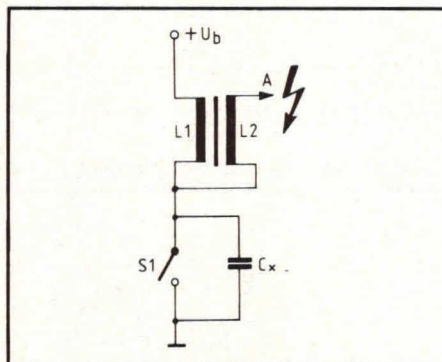
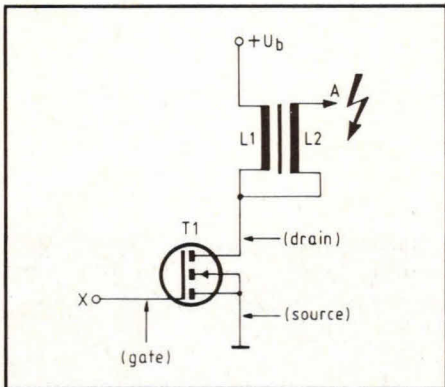
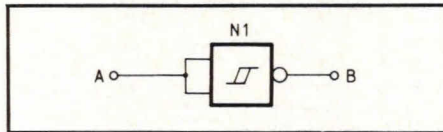

Fig. 1. De conventionele ontsteking bestaat uit bobine L1/L2, onderbreker S1 en onderbrekercondensator Cx.
Fig. 2. Een power-MOSFET-transistor kan bijzonder goed als hoogspanningsschakelaar worden gebruikt.
Fig. 4. Een NAND Schmitt trigger-poort kan bijzonder goed worden gebruikt als storingsvrije inverter.
Een conventionele ontsteking bestaat, zoals fig. 1 laat zien, uit een bobine (L1/L2), een condensator Cx en een schakelaar S1. Schakelaar S1 wordt over het algemeen de onderbreker genoemd. Bij veel moderne auto's is schakelaar S1 vervangen door een optische schakelaar waarbij geen mechanische delen meer worden gebruikt. Echter veel auto's heb-
ben nog steeds een mechanische onderbreker. De conventionele ontsteking volgens fig. 1 werkt erg eenvoudig. Als schakelaar
S1 (de onderbreker) wordt gesloten, zal er een stroom gaan lopen door spoel L1. Verondersteld wordt, dat spanning +Ub de positieve accuspanning is. De stroom door L1 zal langzaam oplopen vanaf een nulwaarde tot een zogenaamde verzadigingswaarde. Als op een gegeven moment schakelaar S1 wordt geopend, zal dit tot gevolg hebben dat de stroom zichzelf in stand zal willen houden, wat niet lukt, zodat er een plotselinge spanningsstoot optreedt in spoel L1. Deze spanningsstoot zal mede ten gevolge van wederzijdse inductie op spoel L2 tevoorschijn komen, zodat punt A een hoogspanningspuls afgeeft. Daarbij is het in fig. 1 zo, dat spoel L2 veel meer windingen heeft dan spoel L1. De kwaliteit van de ontsteking hangt mede af van de kwaliteit van de bobine, die bestaat uit spoel L1/spoel L2.
Zoals fig. 2 de power-MOSFET-transistor als schakelaar geeft kan deze niet worden gebruikt. Er is een bescherming nodig tegen te hoge spanningen op de drain. Dit kan echter vrij eenvoudig door de toepassing van een zenerdiode zoals fig. 3 aangeeft. Als in fig. 3 transistor T1 gaat sperren, zal er een positieve
De schakeling volgens fig. 2 en fig. 3 is niet direct bruikbaar, omdat de sturing op de gate precies verkeerd om werkt. Immers, in fig. 1 is te zien dat er een stroom moet lopen wanneer onderbreker S1 is gesloten. Om dat te kunnen krijgen met de schakeling volgens fig. 2 en fig. 3 is een inverter nodig. Hiervoor gebruiken we de inverter volgens fig. 4, die is opgebouwd uit een zogenaamde dual NAND-gate-Schmitt trigger.
► cundair in fig. 1 op A dezelfde hoogspanning tevoorschijn kon komen.
De transistorontsteking die wij bedoelen, maakt gebruik van een power-MOSFET op de plaats van S1 in fig. 1. Fig. 2 geeft daarvan een voorbeeld.
T1 is hier een power-MOSFET-transistor. De sturing vindt plaats op de gate. We kunnen hier gebruik maken van een power-MOSFET met een drain-source-spanning van 500 volt. Interessant is in fig. 2 dat punt X geen stroom nodig heeft om te worden gestuurd. Er verdwijnt geen stroom via de gate naar de source of de drain. Toch is er wel een stroom noodzakelijk. Deze is nl. nodig om snelle schakelflanken te kunnen krijgen op de gate van transistor T1. Dit is noodzakelijk, omdat de gate t.o.v. de source een behoorlijke capaciteit heeft die op kan lopen tot 1 nF of meer.
In fig. 2 stelt L1/L2 de bobine voor. In principe mag dit elk soort bobine zijn, of het nu een transistorbobine danwel een gewone bobine is. Een power-MOSFET heeft het grote voordeel, dat wanneer deze transistor geleidt, de weerstand tussen de drain en source bijzonder laag is. Zo zijn er transistoren met een weer-